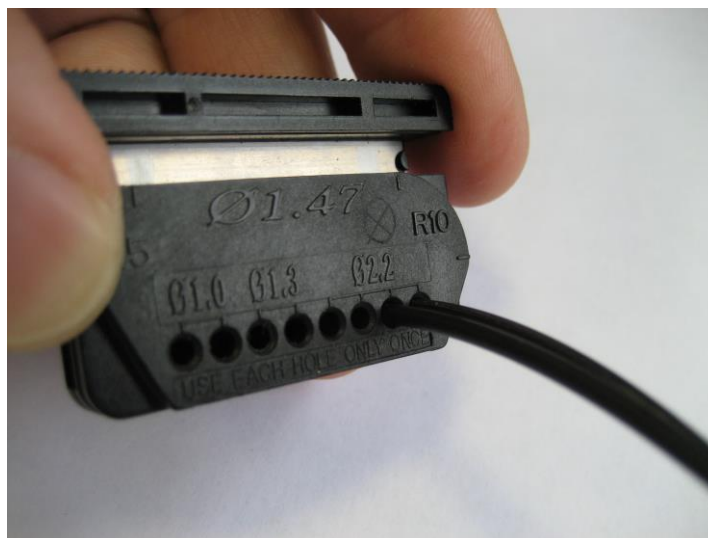

Рисунок 4.1 – Гильотина для обрезки ПОВ
- вставить разделенные концы ПОВ в смежные отверстия гильотины «Ø 2,2» диаметром 2,2 мм на глубину 10 мм (рисунок 4.1);